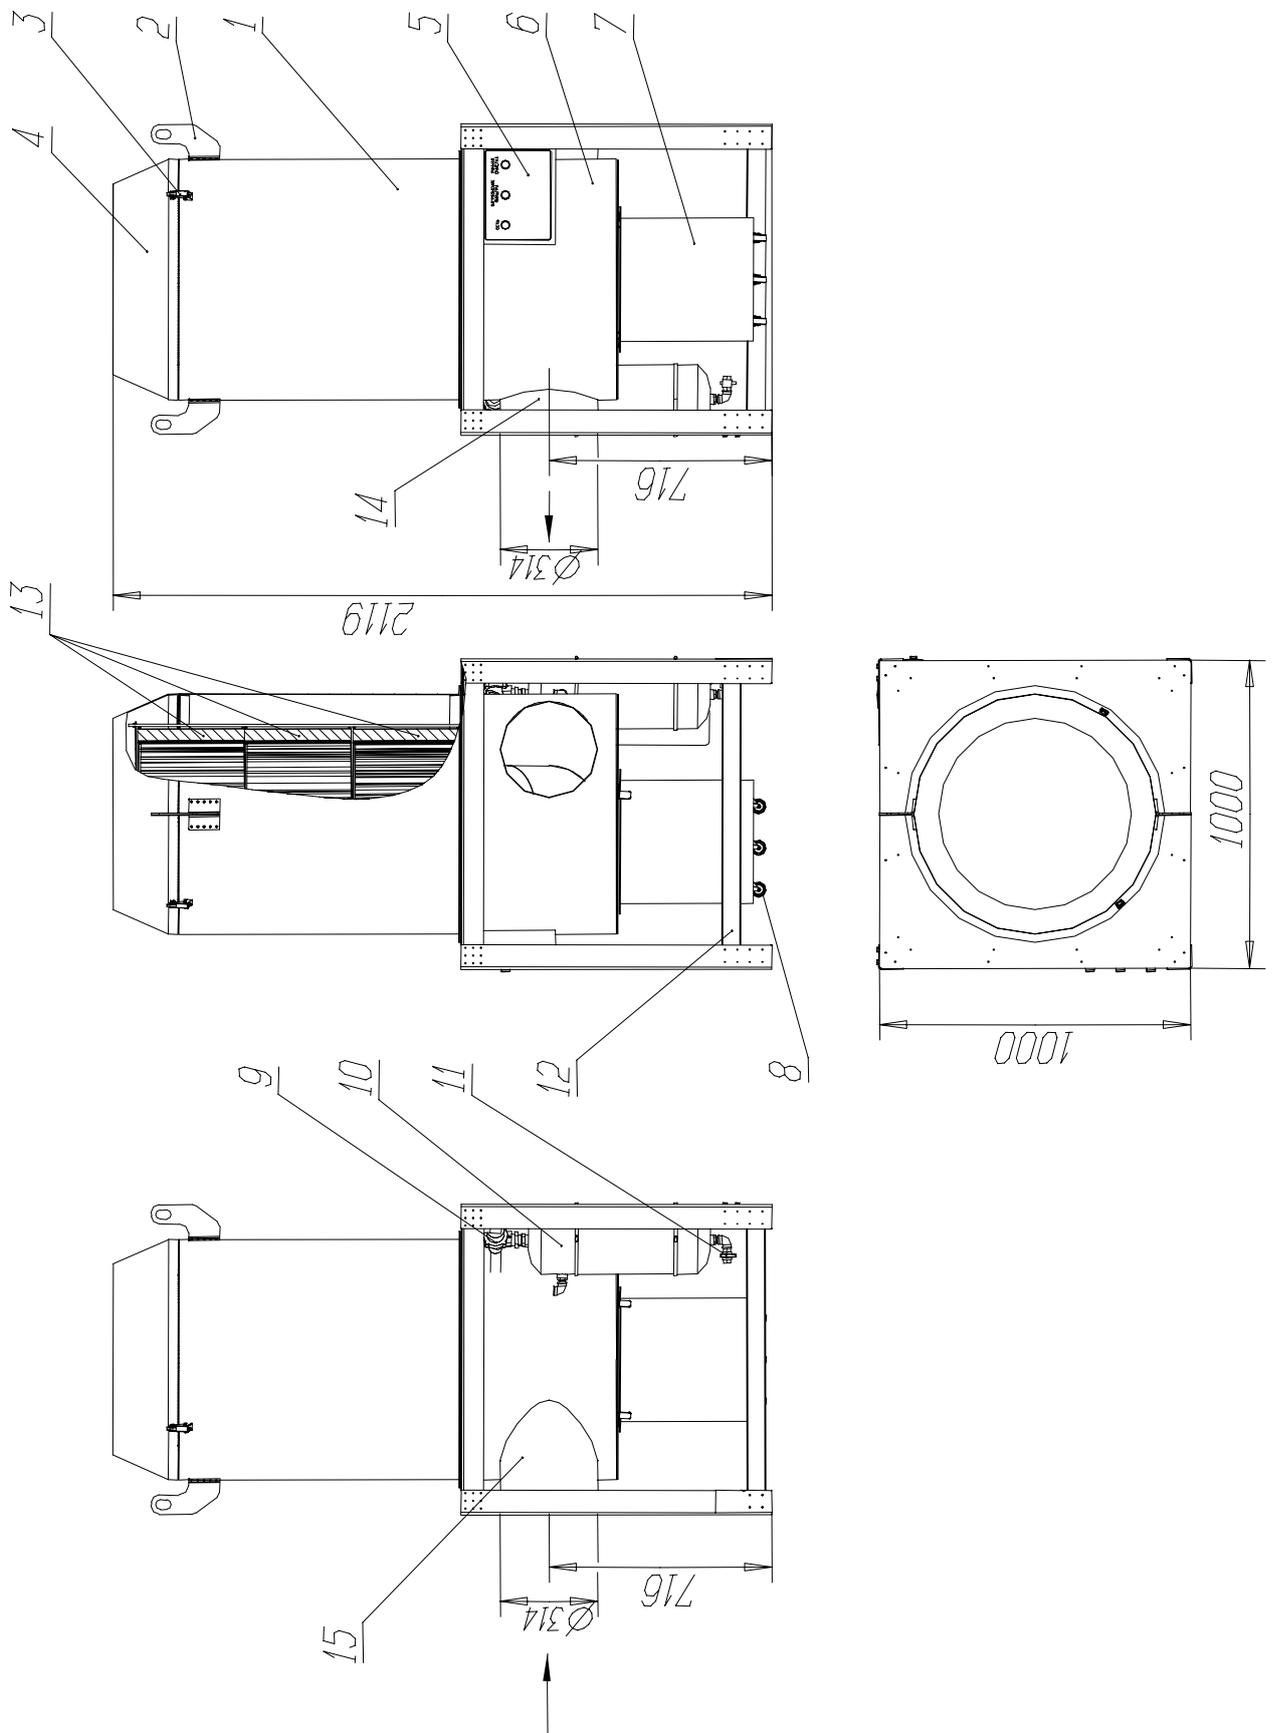

Рисунок 1
ФА (рис.1) состоит из:
- 5.3.1. Устройство регенерации состоит из (рис.1):
- ресивера сжатого воздуха (10);
- электромагнитного пневмоклапана (9);